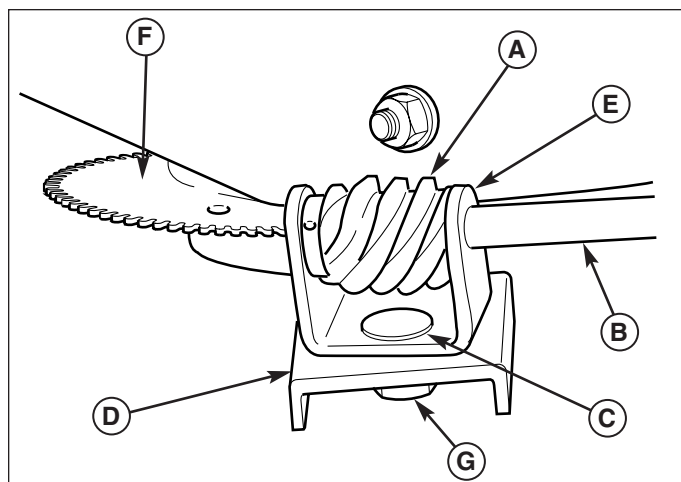

Figure 18. Commande d'éjection
Si la manche d'éjection est difficile à actionner, lubrifier d'abord le pignon d'attaque (A, Figure 18) et la couronne (F). Si elle est toujours difficile à actionner, effectuer le réglage suivant :
1. Desserrer l'écrou (G, Figure 18) qui maintient l'étrier du pignon d'attaque dans le trou oblong.